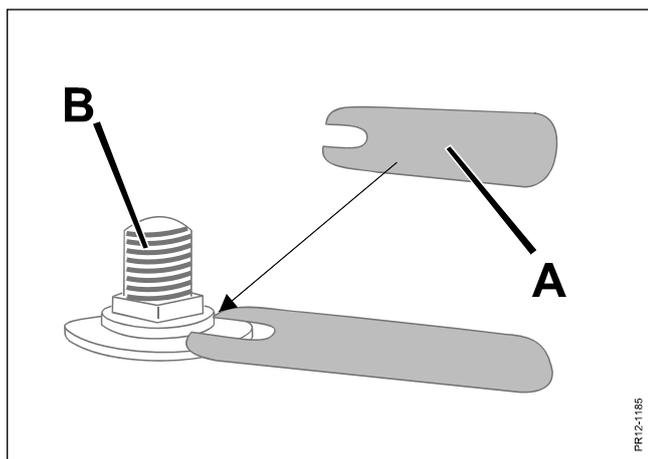

Fig. 6-8
- c: der Durchmesser weniger als 15 mm ist (siehe auch unten bei Fig. 6-8).
- Fig. 6-8 Bei Messerwechsel alle Messerbolzen **B** an den Scheiben mehrmals mit der Kontrollehre **A** kontrollieren (in dem Ersatzteilkpaket enthalten).